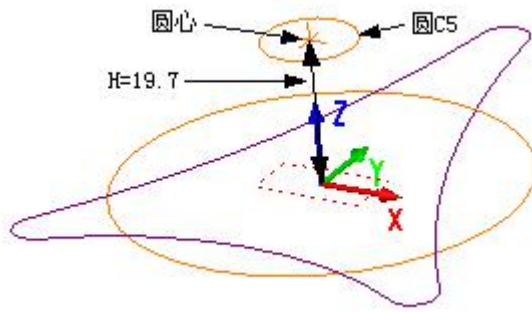

图 3-19 圆 C5
12、绘制中心圆 C5：单击“【曲线绘制(D)】->【圆(C)】->【圆心半径 (A)】”菜单项，输入圆心坐标为 (0, 0, 19.7)，设定半径为 6.35，得到一个在 Z=19.7 绘图平面内的一个圆，如图 3-19 所示；